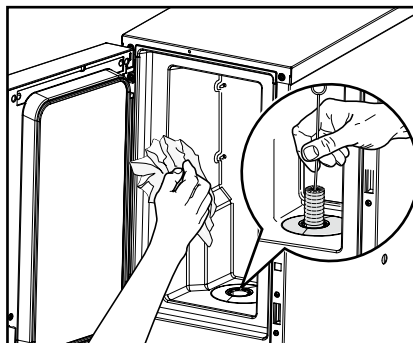

Fig. 35
4. Pulire la parte interna del vano refrigerante (fig. 35):